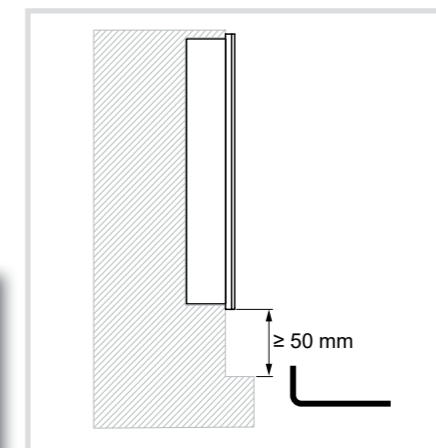

Bild 9: Mindestabstand zur Montage / De-montage
- i** Zu darunter liegenden Objekten, z. B. Mauervorsprung, einen Mindestabstand von 50 mm einhalten. Um ein Öffnen der Außenstation mit einem Winkel-Torxschlüssel zu ermöglichen (Bild 9).